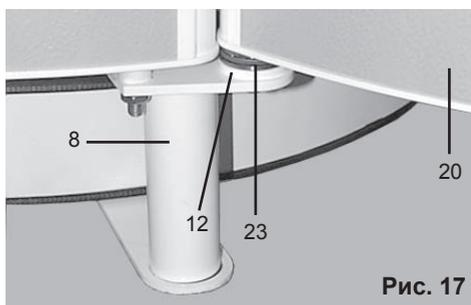

Рис. 17
Поднимите дверь (20) при помощи опорного болта (23) на монтажную плиту (12) и задвиньте вкладыш подшипника на место (Рис. 17).